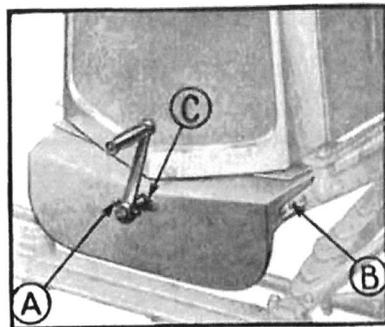

*Fig. 290.* — Fixation du moteur à l'avant du châssis.
- 4—Resserrer les boulons du support AV du moteur (*fig. 290*).